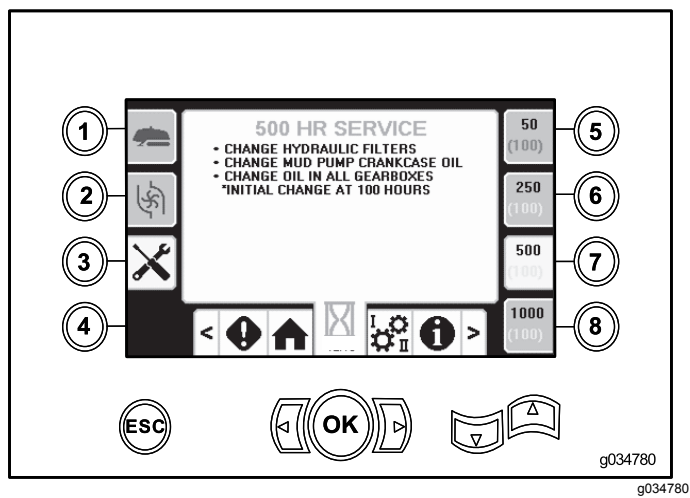

Figure 45
- Bouton 7 – calendrier d'entretien à 500 heures (Figure 45)